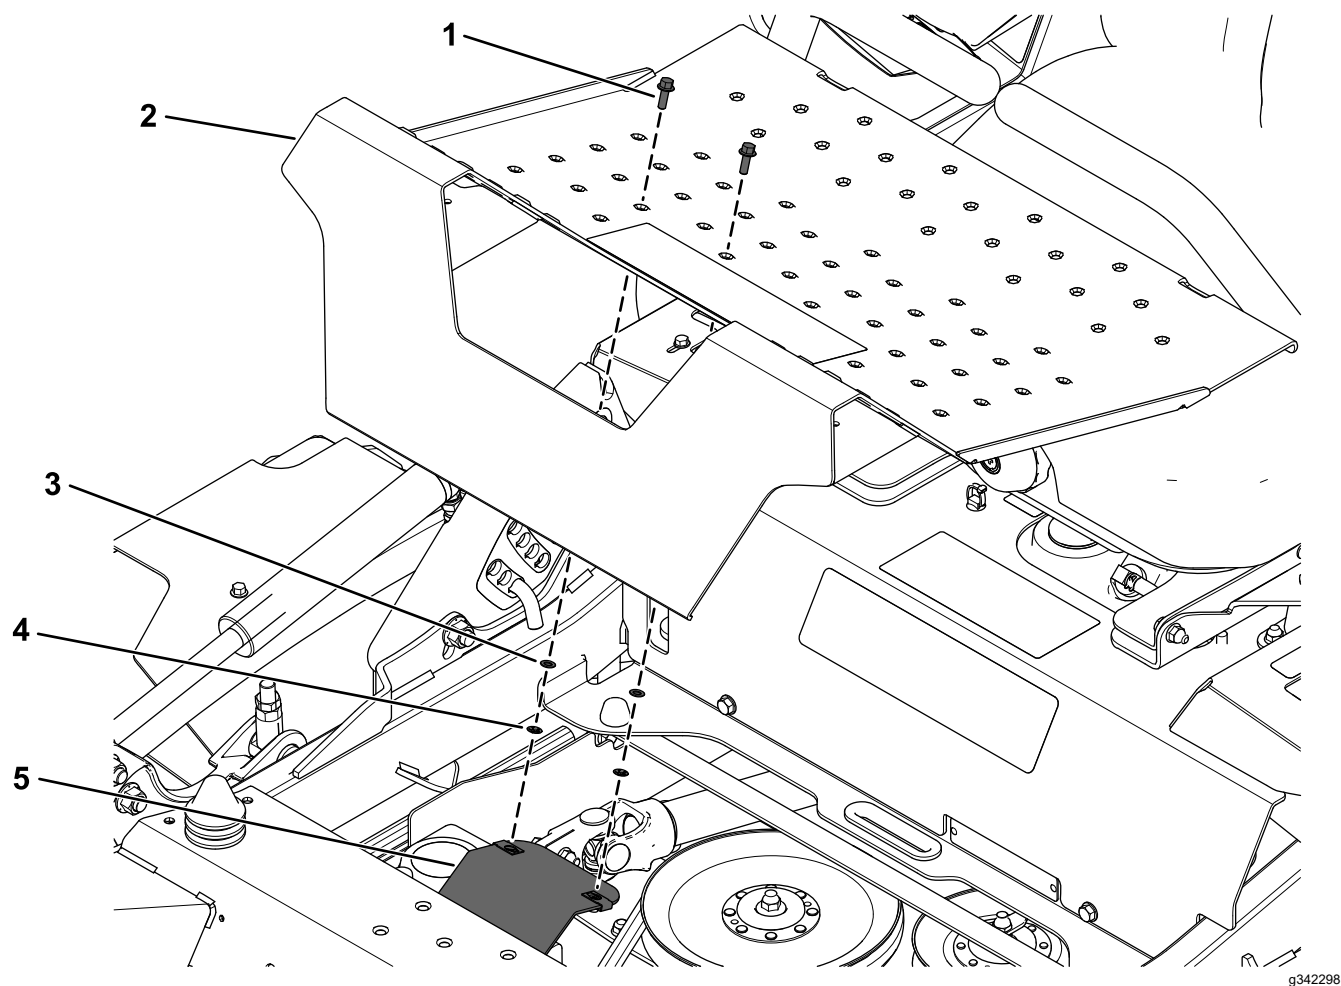

Figura 28
2. Sujete la chapa de suelo que retiró anteriormente usando el adaptador cautivo, 2 pernos con arandela prensada ($\frac{1}{4}$ " x $\frac{3}{4}$ "), 2 arandelas planas y 2 tuercas rápidas (Figura 28).